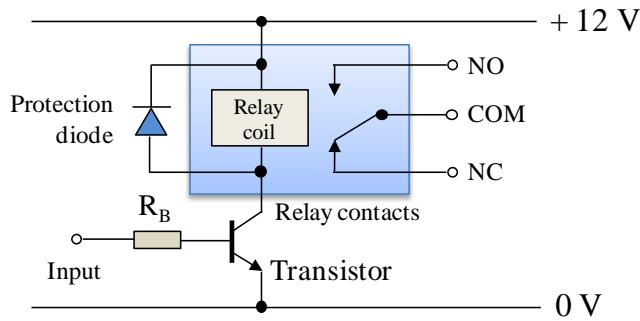
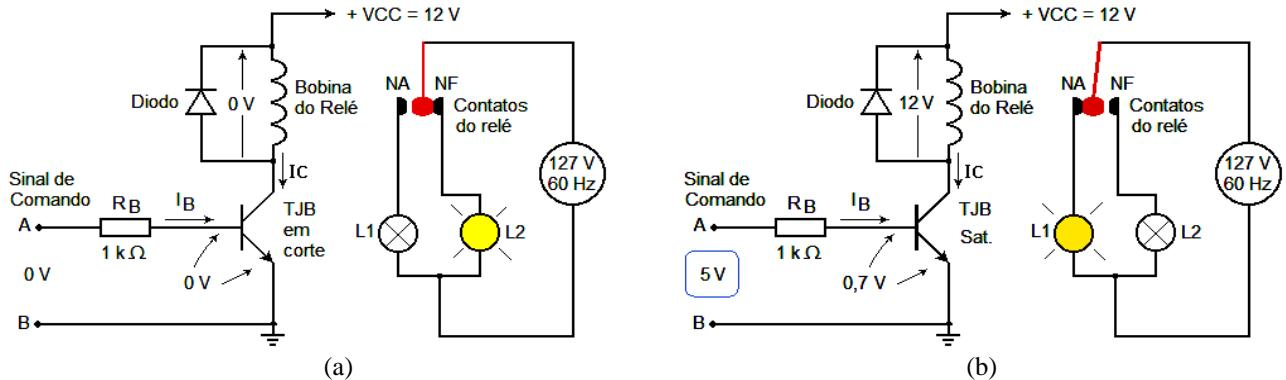

Figura 2.81 – Chaveamento de um relé eletrônico via TJB.
Figura 2.82 – Operação do Relé acionado por TJB. (a) TJB no corte. (b) TJB saturado.
**Exemplo 50** – Seja um TJB operando como chave, comandando um relé eletrônico 12 V, como mostra o circuito da Figura 2.81. Com sinal de corrente na base suficiente para saturar o TJB, este é fechado e a bobina do relé é alimentada em +12 V (alimentação do relé, que pode ser também de 6 V, um valor bem usual). *Operação:* ver a Figura 2.82.